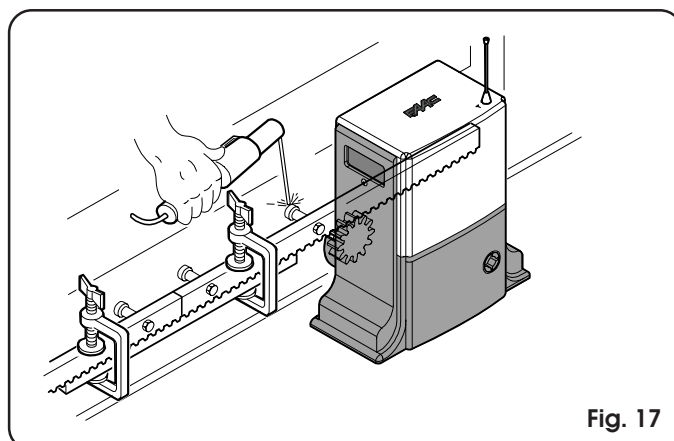

Fig. 17
- 5) Plaats een ander tandheugелеlement tegen het vorige, en gebruik een stuk tandheugel om de vertanding van de twee elementen in fase te brengen, zoals op fig. 17.
- 4) Plaats een ander tandheugелеlement tegen het vorige, en gebruik een stuk tandheugel om de vertanding van de twee elementen in fase te brengen, zoals op fig. 17.